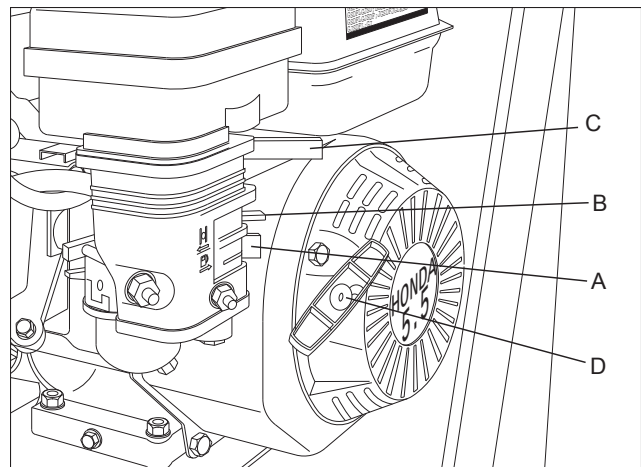

Fig. 4 DÉMARRAGE DU MOTEUR
5. **Commandes du moteur:** (voir figure 4)